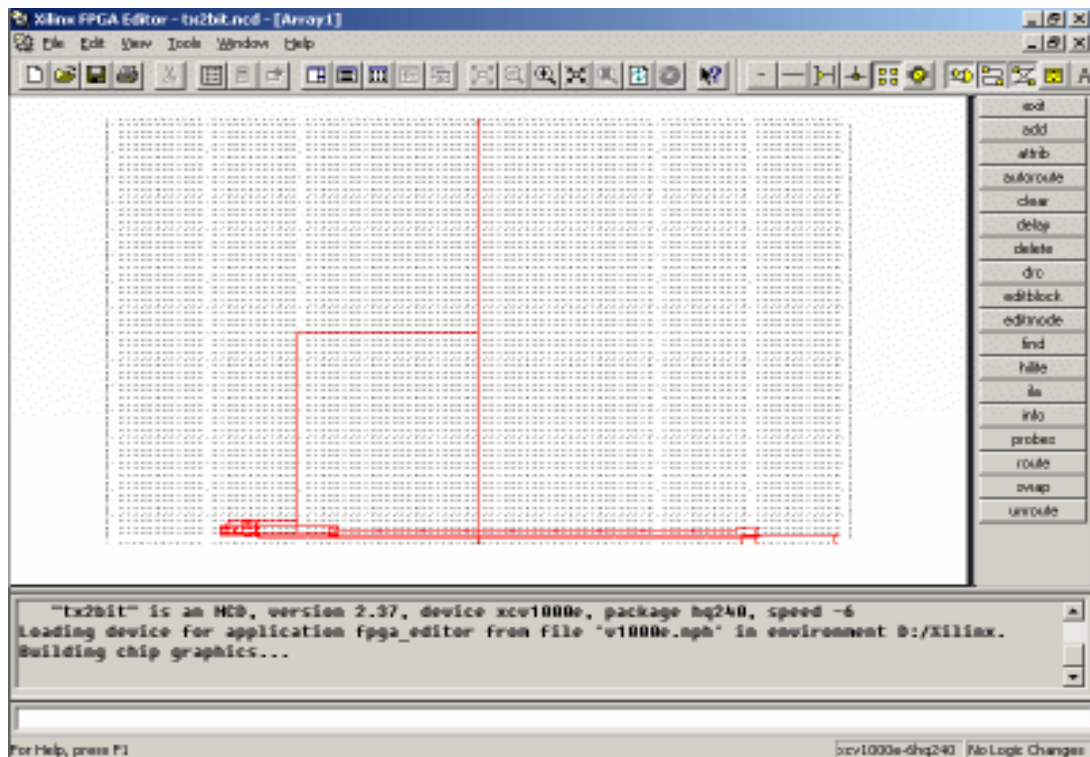

图6-31 布局布线后的结果
12. 综合实现后使用时序分析器再次分许设计时序，可以看到，使用了更为详细的约束后整体的性能再次得到提高，但还没有达到设计要求，使用 FPGA Editor 打开布局布线后的结果文件，但是布局布线的结果却比较凌乱，如图 6-31 所示。这样的布局结果也影响了设计的性能，可以通过物理位置约束来改善这种状况。